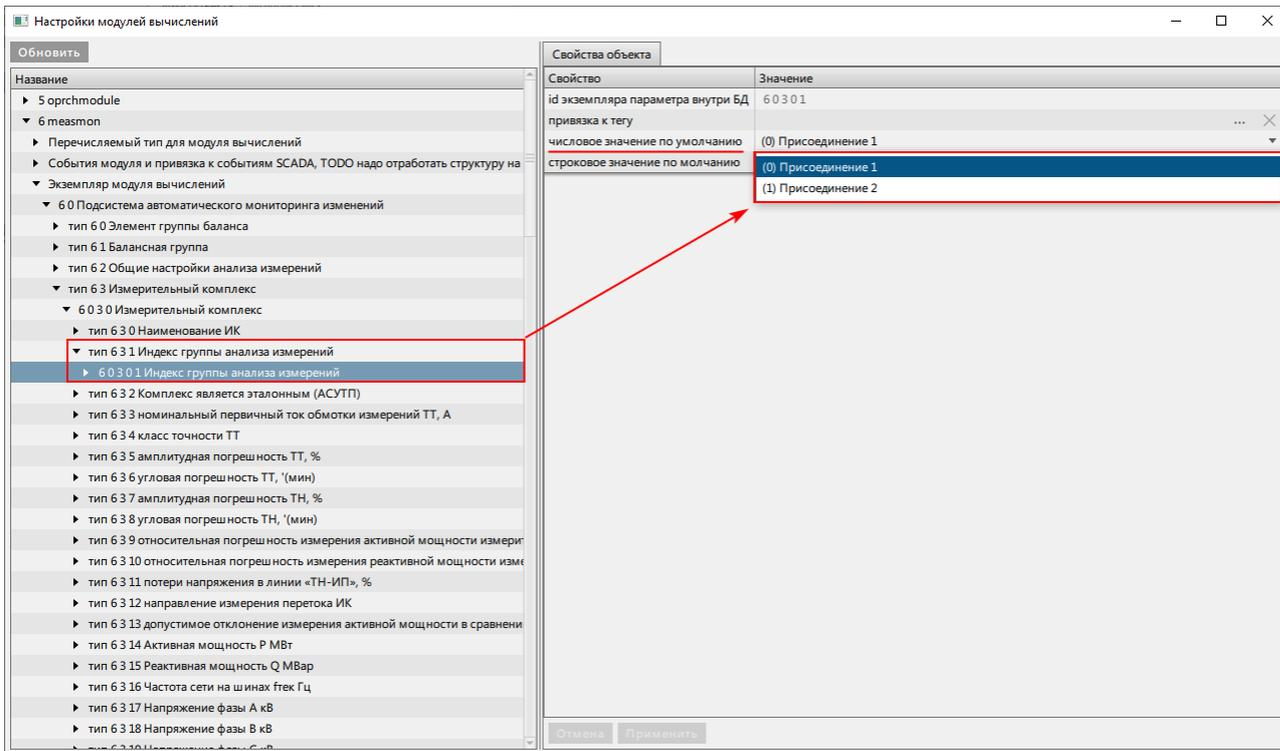

Рисунок 443 - Индекс группы анализа измерений
4. У каждого измерительного комплекса (см. раздел **Добавление измерительных комплексов**) раскройте узел **тип 6 3 1 Индекс группы анализа измерений** и напротив строки **числовое значение по умолчанию** выберите из выпадающего списка нужное присоединение (Рисунок 443).